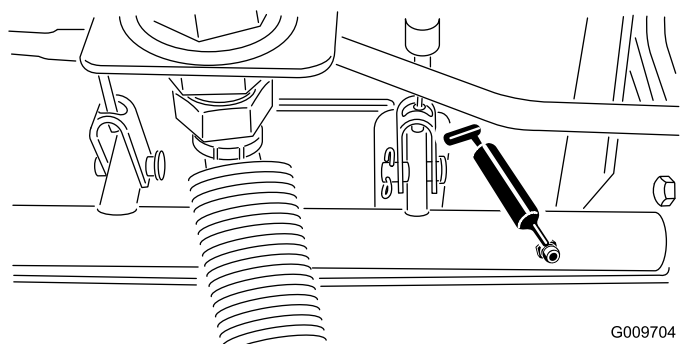

Figure 23
- Roulements d'axes de pivots de freins (5) (Figure 23)